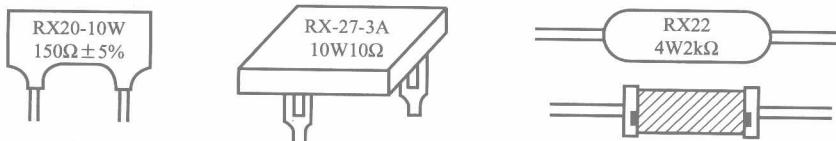

图 1-4 线绕电阻器的外形
(3) 线绕电阻器 线绕电阻器是用电阻率较大的合金线(镍铬合金、锰铜合金、康铜丝)缠绕在绝缘基棒上制成的。其阻值大小由合金线的长短和粗细决定。这种电阻器具有耐高温、功率大(可高达 500W)、噪声低和电阻值精度高等优点,其缺点是有比较大的分布电感和电容,阻值做不到很大,只能应用在直流和低频交流的场合。线绕电阻器的外形如图 1-4 所示。